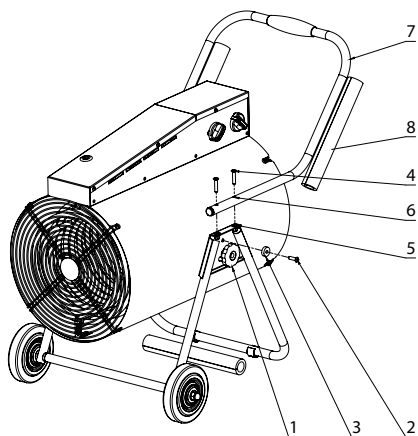

Рис. 5
Установить винты (2) с шайбами (3) с обеих сторон прибора (шайбы (3) устанавливать между корпусом и кронштейном опоры). Затянуть барашковые винты (1). Отверстия (6) на ручке (7) совместить с резьбовыми гайками (5) на колесной опоре и закрутить винты (4). Снять транспортировочные изоляторы (8) (Рис.5). Прибор готов к использованию.